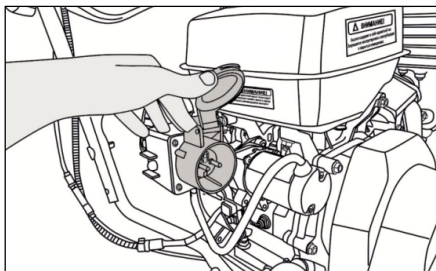

Рис. 26
5. Откройте крышку розетки и подключите снегоуборщик к сети 220 вольт (рис. 26) для модели AC-F-700EV.